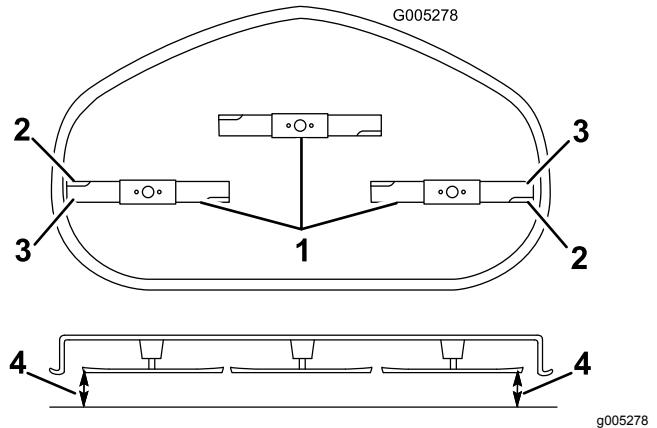

Figure 56
4. Faites pivoter la ou les lames avec précaution pour qu'elles soient toutes parallèles (Figure 56).
5. Mesurez la distance entre les tranchants extérieurs et le sol plat (Figure 56). Si les deux mesures diffèrent de plus de 5 mm (3/16 po), un réglage s'impose. Poursuivez la procédure.